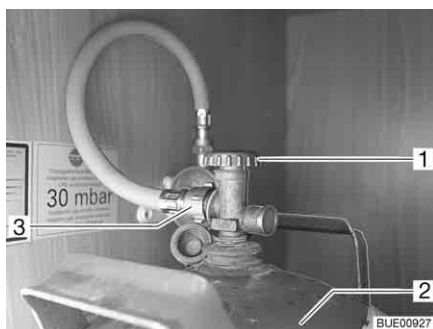

Fig. 97 Vano portabombole
- Chiudere la valvola principale di arresto (Fig. 97,1) della bombola del gas (Fig. 97,2). Osservare la direzione della freccia.
- Svitare il tubo del gas (Fig. 97,3) dalla bombola del gas.